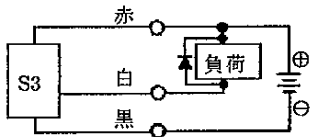

図3 誘導負荷にサージ吸収素子(ダイオード)を併用した例。ダイオードは日立製作所製V06C又は相当品を使用してください。
- 誘導性負荷(リレー、電磁弁)を接続使用するには、スイッチOFF時にサージ電圧が発生しますので図3に示す保護回路を必ず設けてください。